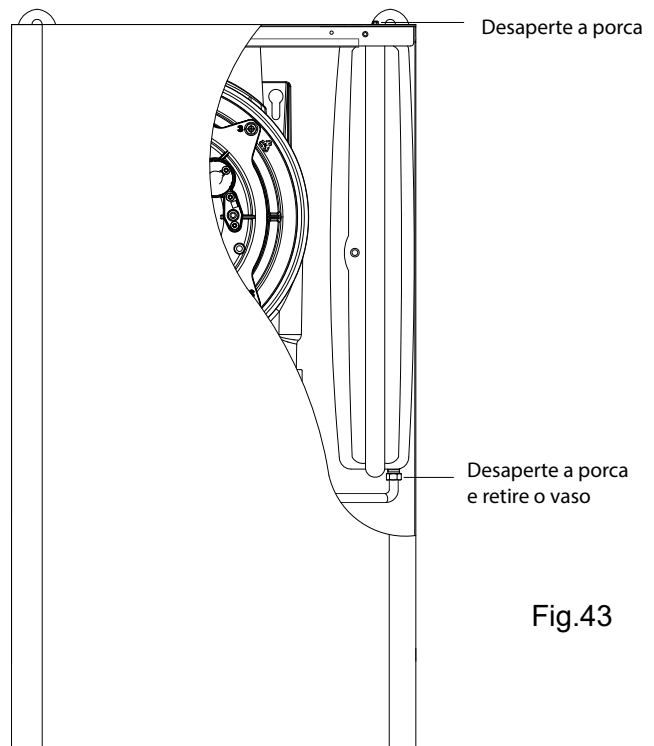

Fig.43
**8.8 SUBSTITUIR O VASO DE EXPANSÃO (Fig.43)**